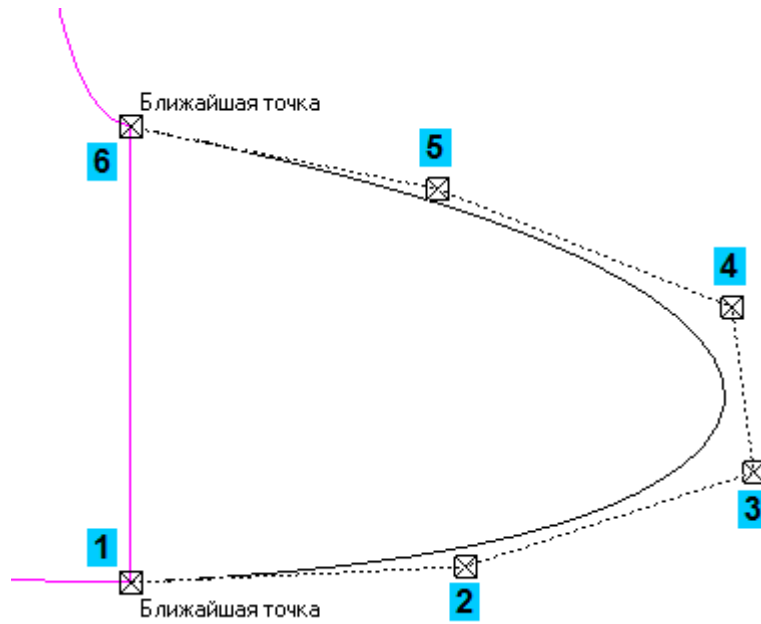

Рисунок 13.
- Постройте кривую 1–6, указав шесть точек, через которые она проходит. Начальную точку 1 и конечную точку 6 укажите в вершинах эскиза с помощью локальной привязки Ближайшая точка. Промежуточные точки укажите "на глаз" (рис. 13).